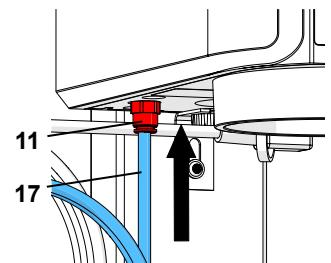

рис. 5-а
У предыдущих моделей смесителей входной фильтр (12) расположен вне прибора (рис. 5-б). В этих случаях шланг для сжатого воздуха (17) следует вставить во входной фильтр (12). При этом должно ощущаться незначительное сопротивление.